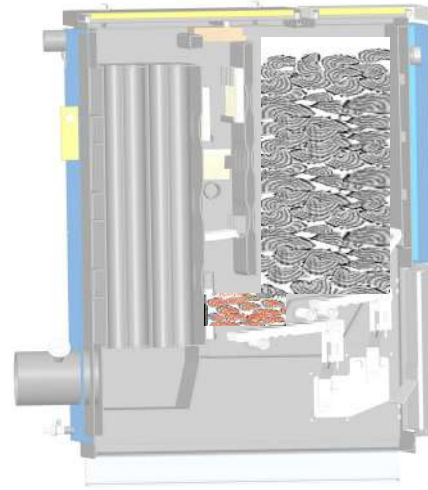
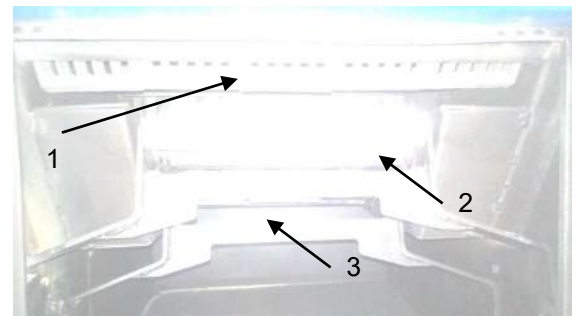

Рис. 20 Максимальная высота загрузки
Рис.21 Топочная камера:
- Положить бумагу и высушенную древесину на колосниковую решетку по всей площади колосников второго поз.2 рис.21 и третьего поз.3 рис.21 рядов и заполнить углем загрузочную камеру рис.20. Можно также разжечь огонь без угля в загрузочной камере и заполнить ее позже, когда огонь разгорится.
- Загрузить сверху топливо до уровня (См. рис. 20).
Только после этого полностью открыть загрузочную дверцу, разрыхлить угли шуровкой и заполнить загрузочную камеру топливом (рис.20).
- Открыть дверцу топочной камеры рис.21.